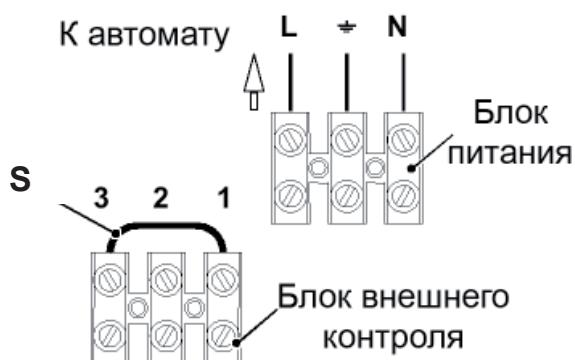

рисунок 5.22
- Подключите кабель питания, идущий от автомата к блоку питания котла (рисунок 5.22), сохраняя правильную фазность: фаза (коричневый провод), ноль (синий провод).